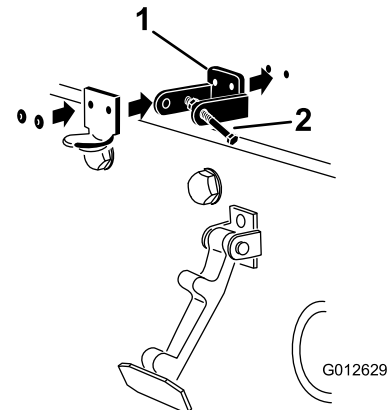

図 9
4. CEロックブラケットとフードラッチブラケットの穴を整列させてフードにセットする 図 9。
6. ブラケットとワッシャをフードにリベットで固定する 図 9。